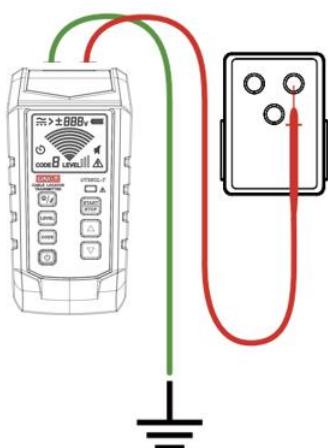

Figura 7.1.1a Collegamento corretto della messa a terra indipendente
2. Collegare il convertitore di uscita alla presa e collegare il puntale rosso al cavo sotto tensione (sul lato del carico del sistema). Il segnale viene generato solo tra l'alimentazione e il lato di carico collegato al trasmettitore. Come mostrato nella Figura 7.1.1a.